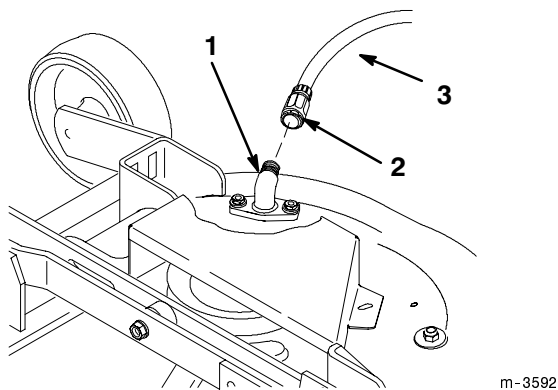

Abbildung 39
5. Eine Schlauchkupplung am Ende des Spülanschlusses anbringen und das Wasser hoch aufdrehen (Abb. 39).